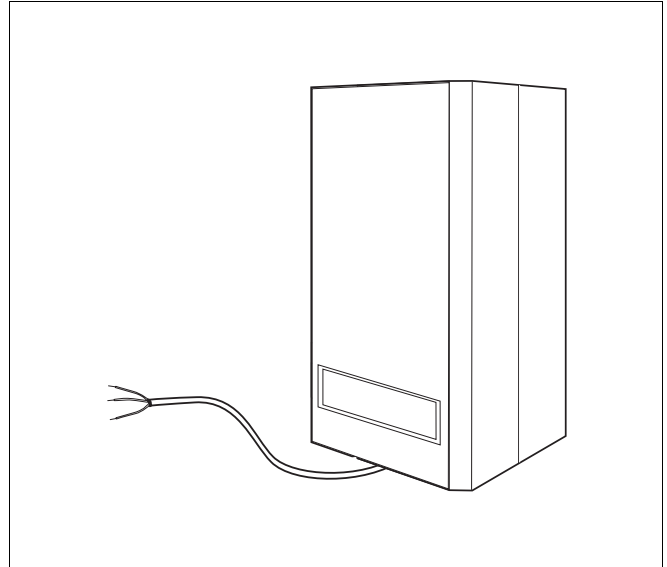

Abb. 21 Netzanschluss
- Der Netzanschluss erfolgt durch das eingebaute Netzkabel an einer abgesicherten, externen Klemmendose (Abb. 21). Dabei sind die geltenden Elektro-Vorschriften zu beachten.